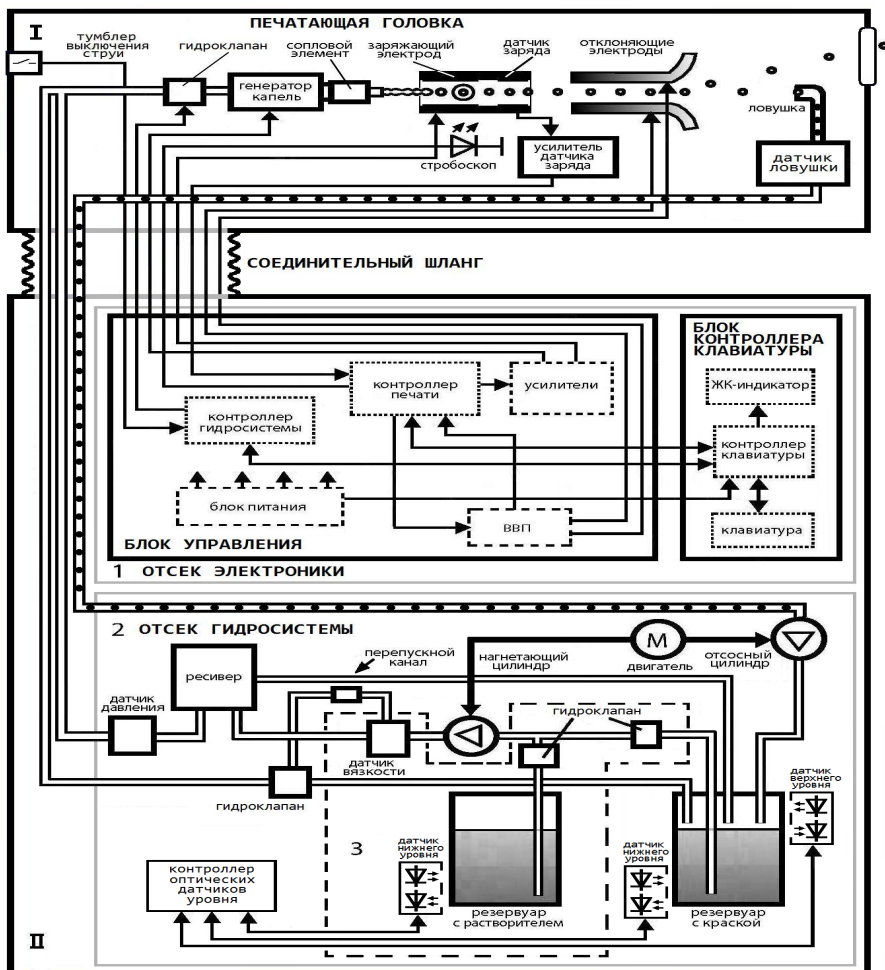

Рис. 2. Функциональная схема маркиратора
На рис. 2 приведена функциональная схема маркиратора. Он состоит из двух основных частей: печатающих головок (I) и устройства управления (II). Устройство управления функционально и конструктивно разделено на отсек системы подачи и отсоса жидкости (2) и отсек системы управления и питания (1).
- оптические датчики уровня чернил и растворителя (показаны, на рис.2, описание в приложение 10);